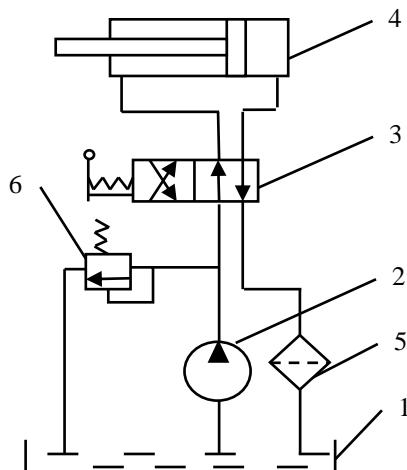

Рис. 3
– гидропривод поступательного движения (рис. 3), у которого в качестве гидродвигателя применяется гидроцилиндр — двигатель с возвратно-поступательным движением ведомого звена (штока поршня, плунжера или корпуса);